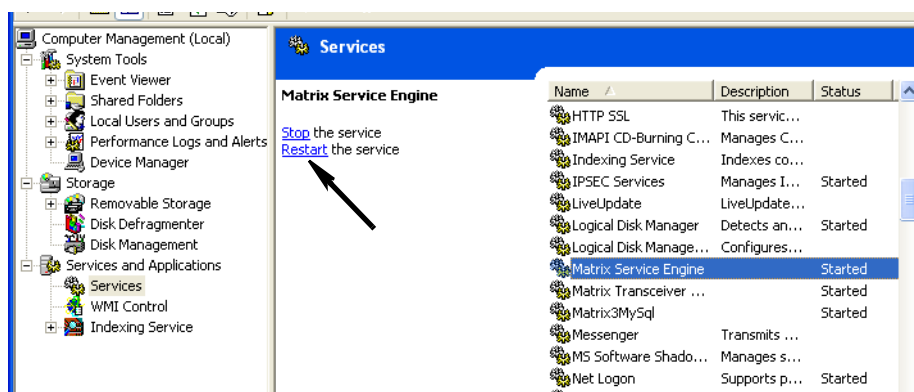

FIG. 62
- k. Cliquez sur le lien 'Restart Service' (FIG. 62).